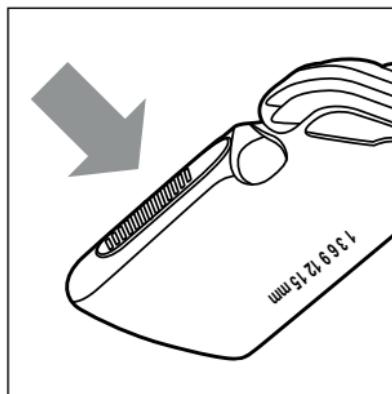

Abb. 5
- Drücken Sie den Knopf, wenn Sie den Kammaufsatz ⑩/⑪ nach oben oder unten schieben (siehe Abb. 5). Dadurch lässt sich der Kammaufsatz ⑩/⑪ leichter aus der Einrastung lösen und verschieben.
- Drücken Sie die obere Seite des Knopfes, wenn Sie den Kammaufsatz **10/11** nach oben oder unten schieben (siehe Abb. 5). Dadurch lässt sich der Kammaufsatz **10/11** leichter aus der Einrastung lösen und verschieben.